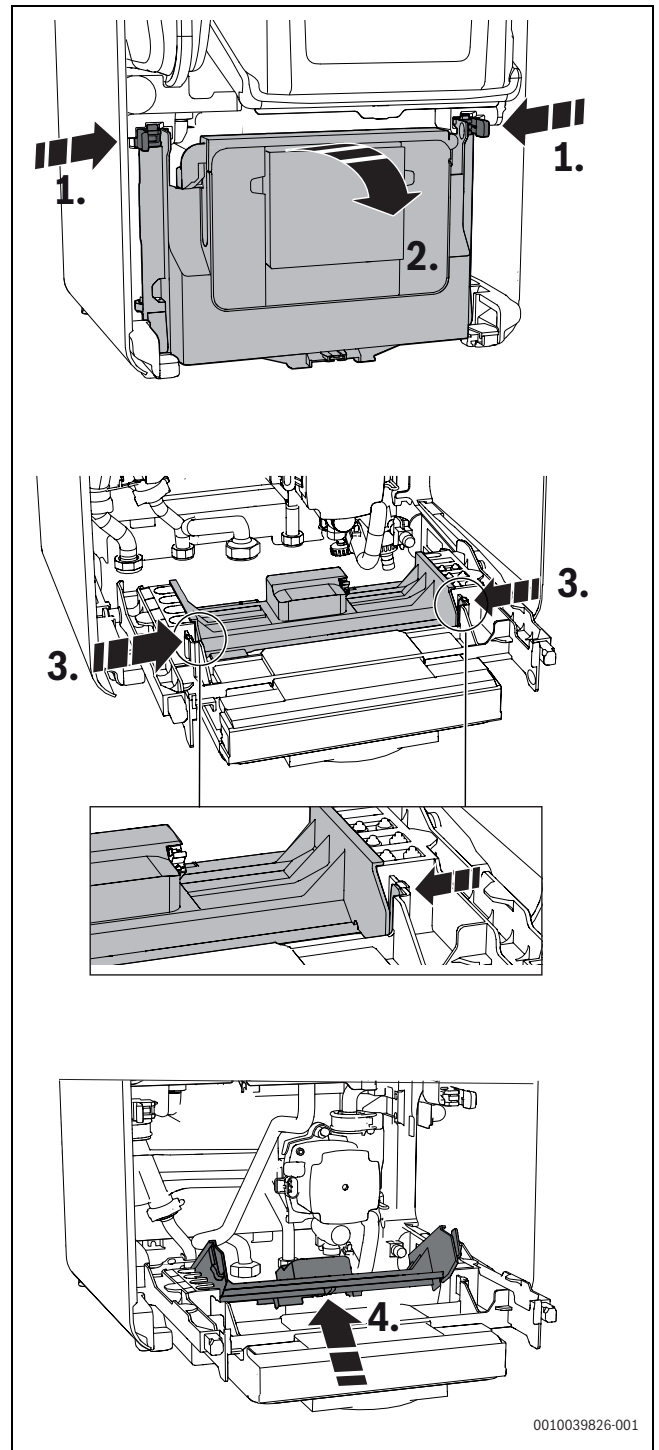

Bild 29 Steuergerät öffnen
- ▶ Steuergerät nach unten klappen (→ Bild 29).